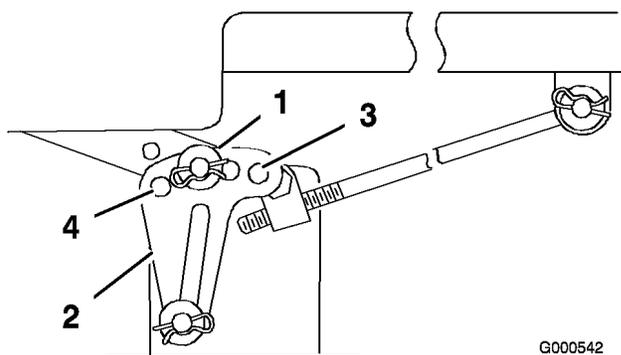
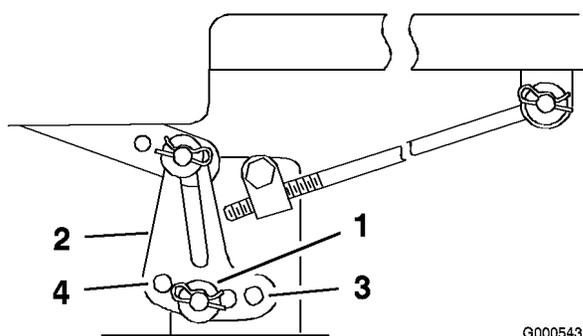

Figure 42
Figure 43
6. Enlevez la goupille fendue et la rondelle de l'une des pattes de mise à niveau (Figure 42).
7. Pour mettre les lames de niveau, fixez les pattes de mise à niveau dans un autre trou à l'aide de la rondelle et de la goupille fendue (Figure 42 et Figure 43). Utilisez un trou plus en avant pour réduire la hauteur de la lame, ou un trou plus en arrière pour l'augmenter. Réglez les deux côtés selon les besoins.